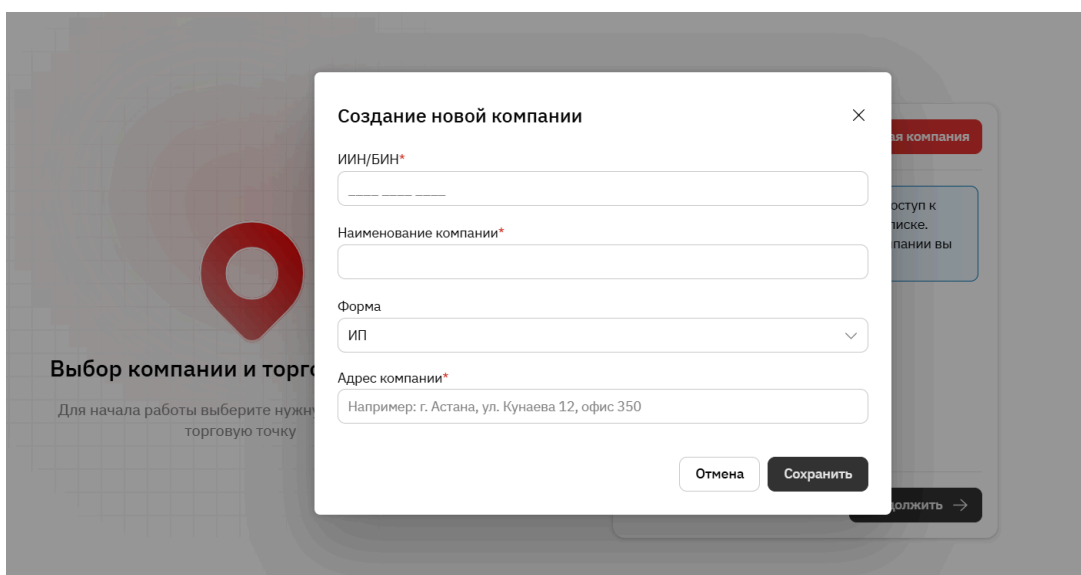

Рисунок 2.2.3. Заполнение данных компании
3. Если Вы являетесь владельцем, вы можете зарегистрировать свою компанию, нажав на кнопку “Новая компания”. Заполните данные компании (ИИН/БИН, наименование, форму и адрес компании) и нажмите на кнопку “Сохранить” (рисунок 2.2.3).